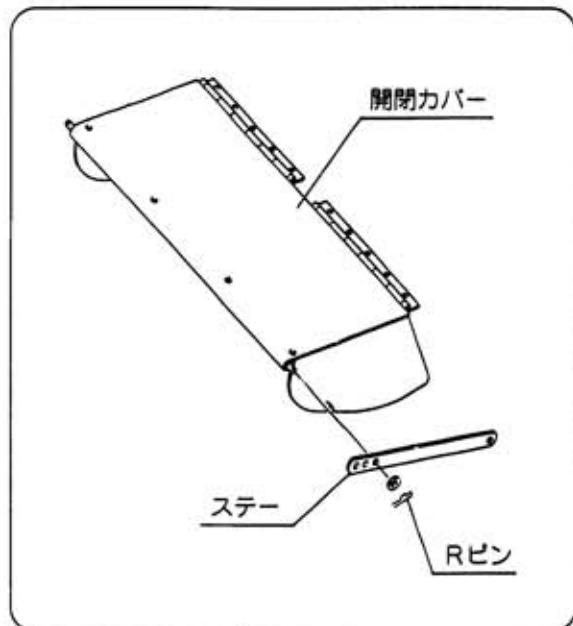

図36
- ④ 園場や草の条件により、草を前に飛ばしたくないときには、Rピンを抜いてステーを差替えてください。開閉カバーが低くなり草が飛ばなくなります。(図36)